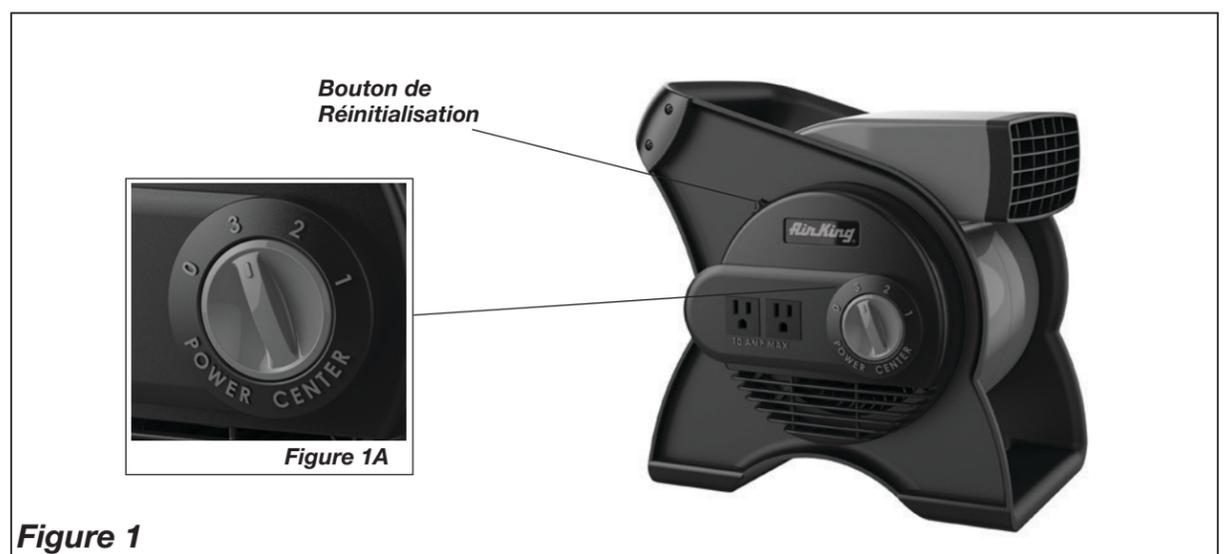

Figure 1
5. Pour ajuster l'angle vertical, déplacer le corps du Ventilateur vers l'avant ou vers l'arrière jusqu'à la position désirée. (Figure 1)
6. Pour ÉTEINDRE le Ventilateur, tourner le *L'Interrupteur* à la position ÉTEINT (0) et débrancher l'unité de la prise de courant.